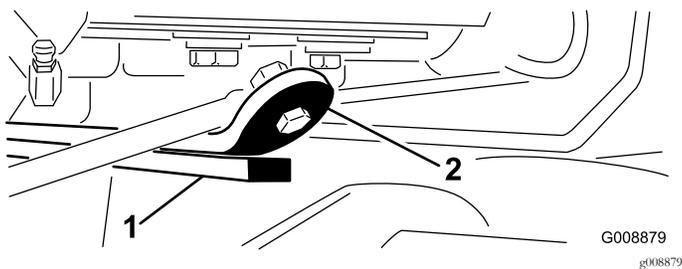

Рисунок 28
3. Запустите двигатель, поднимите подъемные рычаги и убедитесь, что зазор между износной накладкой в верхней части задней износной планки режущего блока и отбойной накладкой составляет от 0,51 до 2,54 мм, как показано на Рисунок 28.